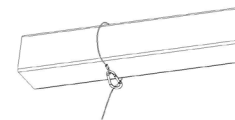

Figure 38
3. Fasten the other end of the wire rope to the outlet box or the mounting structure of the outlet box. (Figure 38).
3. Fixez l'autre extrémité du câble métallique à la boîte de sortie ou à la structure de montage de la boîte de sortie. (Figure 38).